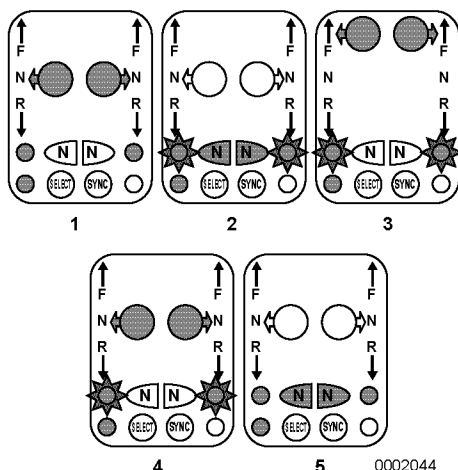

Figure 13
1. Ramenez la ou les poignées en position N (point mort). Le ou les voyants de point mort restent constamment allumés **(Figure 13, (1))**.
2. Appuyez sur le ou les boutons N (point mort) **(Figure 13, (2))**. Le ou les témoins de point mort clignotent (étoile autour du ou des cercles à la **(Figure 13, (2))**).
3. Déplacez la ou les poignées vers l'accélération avant ou arrière **(Figure 13, (3))**, ce qui vous permet de contrôler le régime du moteur sans embrayer la transmission marine.
1. Ramenez la ou les poignées en position N (point mort) **(Figure 13, (4))**.
2. Appuyez sur le ou les boutons N (point mort) **(Figure 13, (5))**. Le ou les voyants de point mort restent constamment allumés **(Figure 13, (5))**.